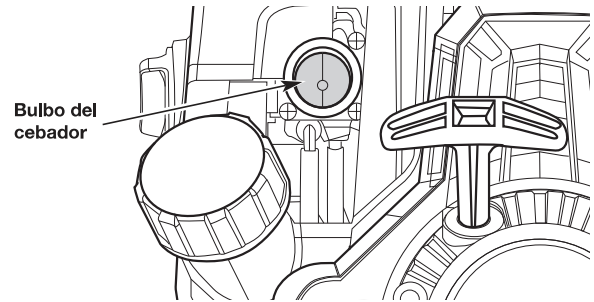

Fig. 8
3. Presione y suelte lentamente el bulbo del cebador 10 veces. (Fig.8).